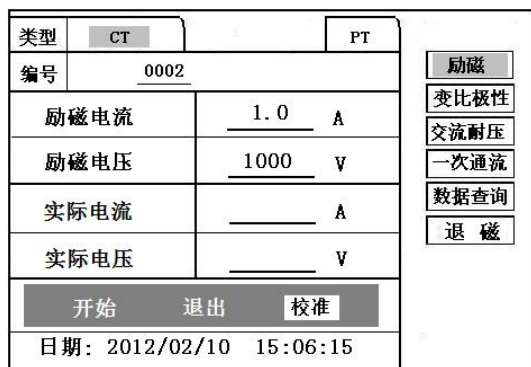
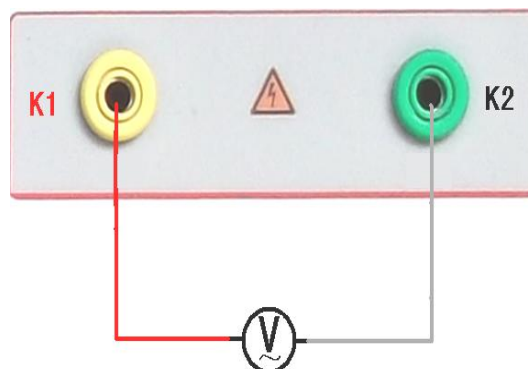
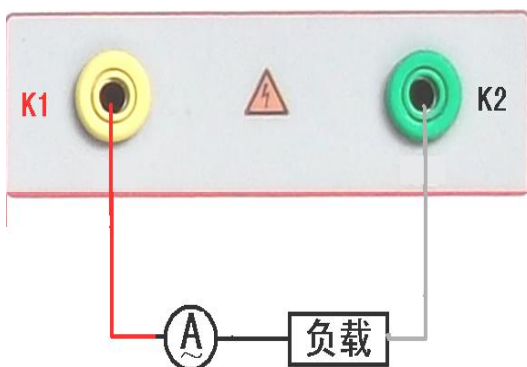

图 31, 校准测试主界面
图 32, 电压校准接线图
图 33, 电流校准接线图
进入 CT “励磁” 测试界面后, 选择进入 “校准” 试验界面 (如图 31), 设定好励磁电流值: 0.1A ~ 5A; 励磁电压值: 1V~1200V。
电压校准试验参照图 32 进行接线; 设置好被测电压后, 合上功率开关, 选择 “开始” 选项, 按下控制器, 试验即开始, 试验到达设定值后将保持输出电压/电流值用于检测, 检测完毕后, 按下控制器, 试验返回图 31 界面。
电流校准试验参照图 33 进行接线, 电压设定值略高于【电流设定值 (A) * 负载 (Ω)】, 设置好被测电流/电压值后, 合上功率开关, 选择 “开始” 选项, 按下控制器, 试验即开始, 试验到达设定值后将保持输出电流/电压值用于检测, 检测完毕后, 按下控制器, 试验返回图 31 界面。